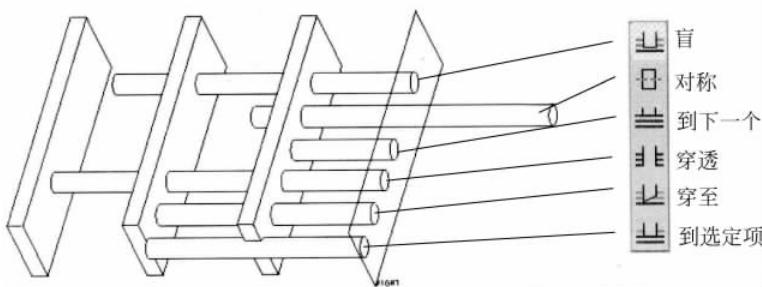

图 3-13 拉伸长度类型
① 指定拉伸特征的深度有几种不同的选项,如图 3-13 所示。
注意：用“盲”指定一个负的深度值会反转深度方向；用“到下一个”时，基准平面不能被用作终止曲面；对于“穿至”和“到下一个”深度选项，拉伸的轮廓必须位于终止曲面的边界内，而“到选定项”没有这个限制，图 3-13 显示了它们的区别。